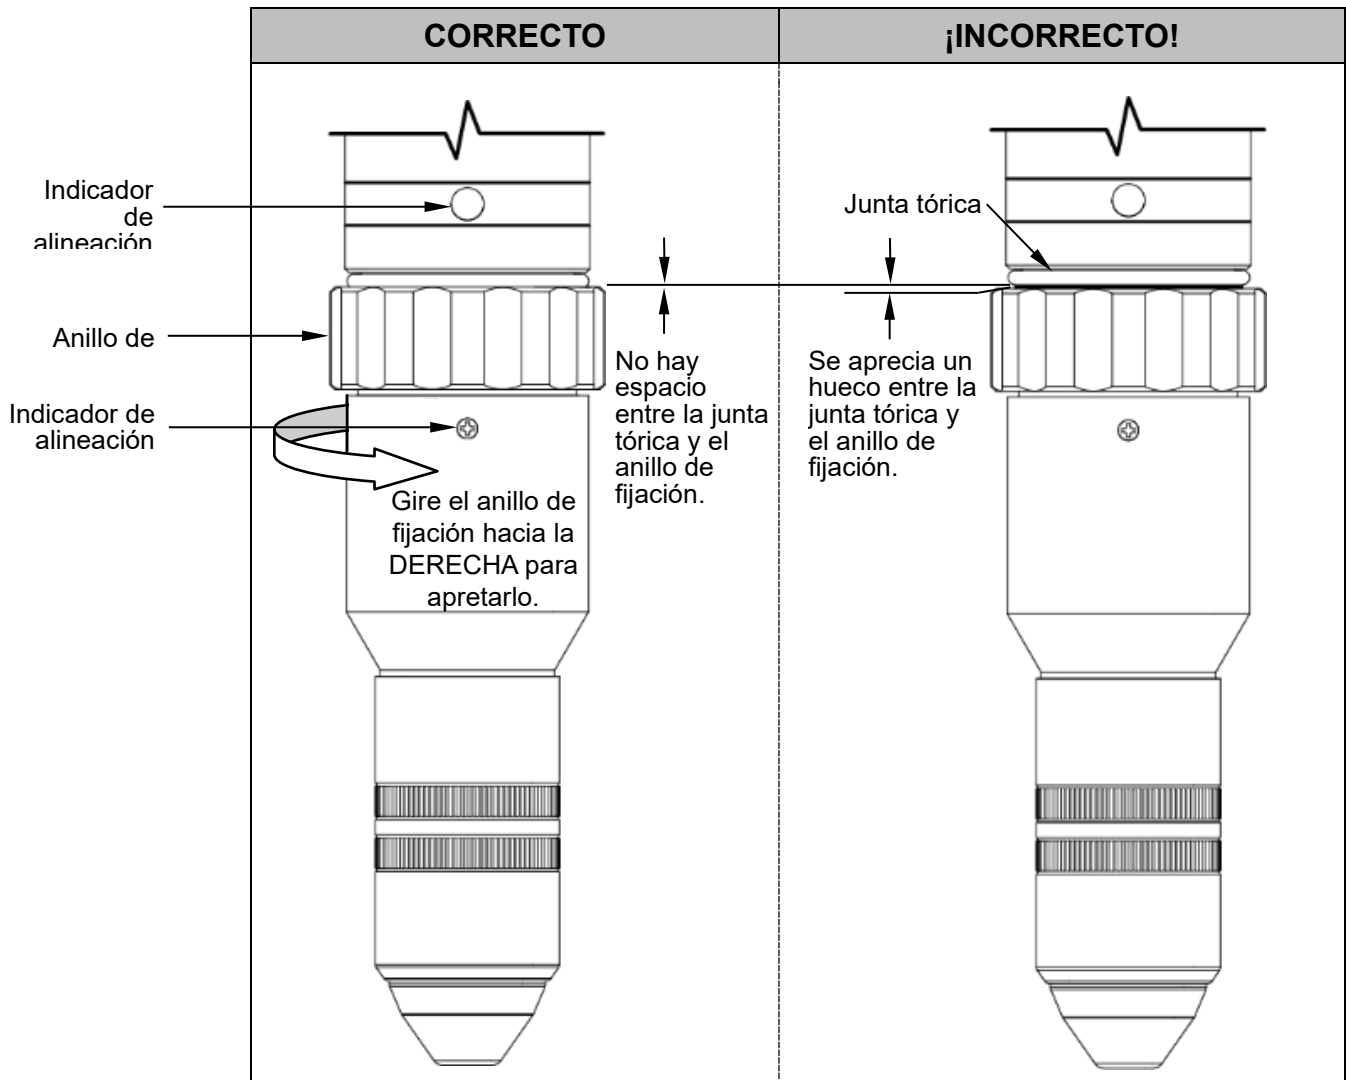

Figura 18: Instalación de la antorcha de desconexión rápida
- 5) Siga apretando el anillo de fijación hasta que llegue al tope. No debe quedar ningún espacio entre el anillo de fijación y la junta tórica de la base de la antorcha. No debe aplicarse lubricante para juntas tóricas a esta junta tórica ya que no es una junta hermética; solo indica la forma de instalación correcta. Consulte Figura 18.